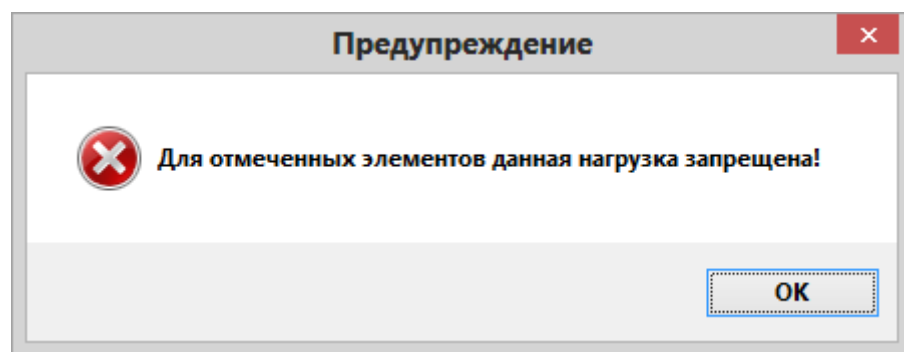

Рис.4.23. Диалоговое окно Предупреждение
- На экране появляется диалоговое окно **Предупреждение** (рис.4.23), в котором щелкните по кнопке **ОК**.